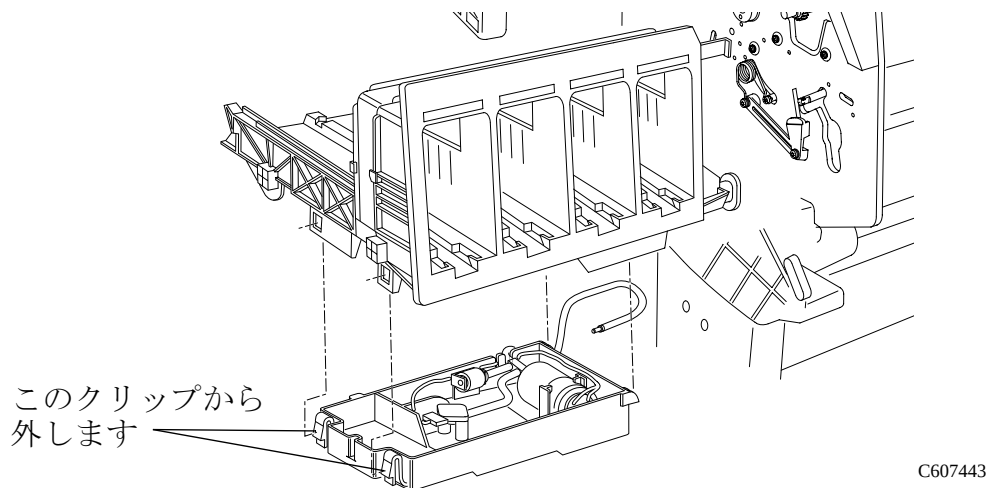

図 18 : エアープレシャライゼーションシステム
- 3 図18を参照して、ISSの下に付いている固定クリップから**APS(Air Pressurization System)**を取り外します。